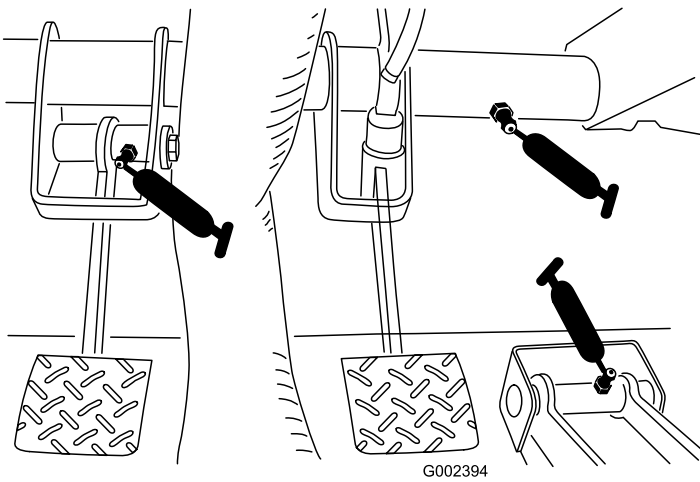

Figure 42
- Embayage (1), accélérateur (1), frein (1) (Figure 42)